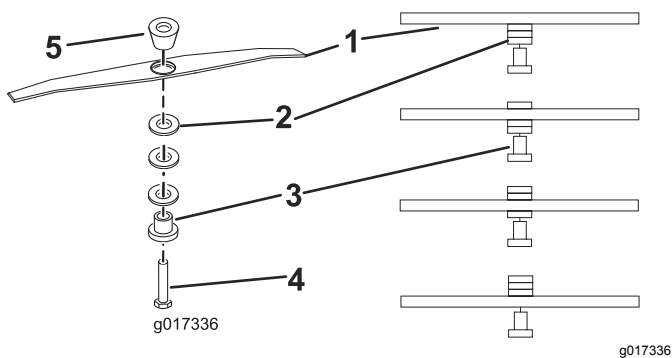

Рисунок 12
5. Установите на место разделители для обеспечения требуемой высоты, установите держатель ножа и разделителя (Рисунок 12) и затяните болт моментом 25 Нм (18 фунт-футов).